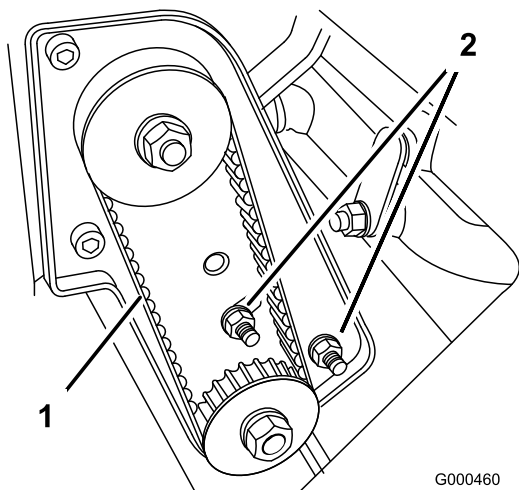

Figura 38
- A. Afloje las tuercas de montaje del alojamiento del cojinete (Figura 38)
- C. Sin variar el ajuste de la llave dinamométrica, apriete las tuercas de montaje del alojamiento del cojinete (Figura 38) No tense demasiado la correa.